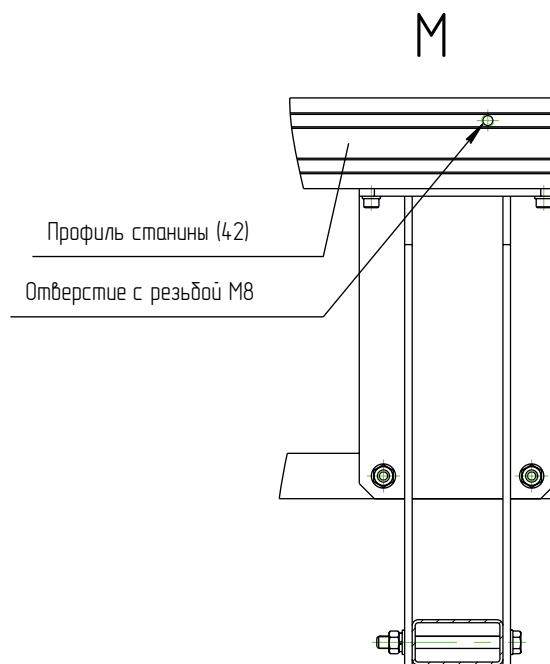

Рисунок 15 — Расположение профиля станины.
3. Прикрепить профили станины (поз. 42) к опорам (поз. 54), используя: винты М6х14 ГОСТ 11738-84 (поз. 23), шайбы диаметром 6 мм ГОСТ 11371-78 (поз. 37), гайки Т-образные 40ТМ6 (поз. 40) (см. рис 13 и 14). Профили станины расположить резьбовыми отверстиями М8, согласно рис. 15 и 16.